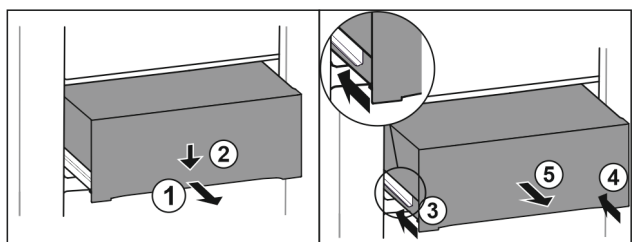

Fig. 164
- ▶ Húzza ki félig a fiókot. Fig. 164 (1)
- ▶ Nyomja le a fiók elülső oldalát. Fig. 164 (2)
- ▶ Tolja be a bal oldali sít körülbelül 2 cm mértékben. Fig. 164 (3)
- ▶ Tolja be a jobb oldali sít körülbelül 2 cm mértékben. Fig. 164 (4)
- ▶ Vegye ki a fiókot előre felé. Fig. 164 (5)